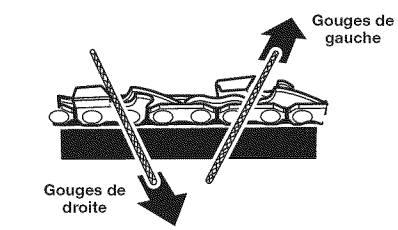

Fig. 43
- Donnez quelques coups de lime sur chaque dent. Limez tous les coupeaux de gauche dans un sens (Fig. 43). Puis déplacez-vous de l'autre côté et limez les dents de droite dans le sens opposé (Fig. 43). Nettoyez régulièrement votre lime avec une brosse métallique pour en retirer les limailles.